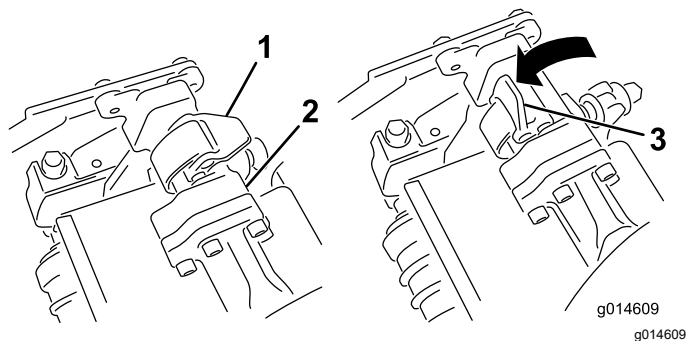
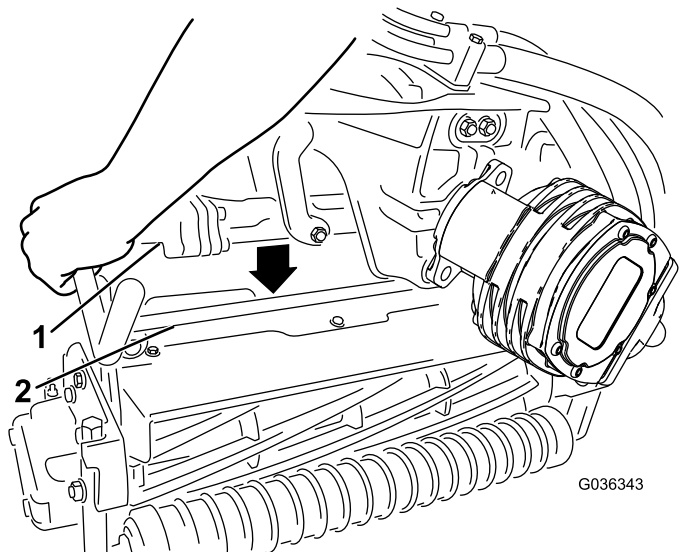

図 53
図 54
4. サスペンションアームのバーについているラッチを上向き開いた状態にして 図 53、サスペンションアームを押し下げて、バーを、カッティングユニットのバーの上に被せるようにする 図 54。
5. ラッチを下げると閉じるとカッティングユニットのバーがロックされてユニットがアームにセットされる 図 53。
5. 取り外したいカッティングユニットのサスペンションアームのバーについているラッチを開く **図 53**。